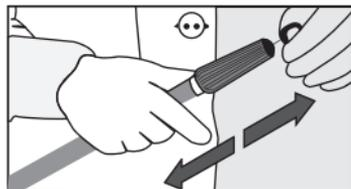

Рисунок 3 – Чистка сопла
12. Поверните форсунку, чтобы струя приняла необходимую форму. См. рис. 2(1) и рис. 2(2), если вы будете использовать чистящее средство (для 14.14 и 14.16), нажмите на форсунку в направлении стрелки 2 на рис. 3. Для обычного мытья нажмите на форсунку в направлении стрелки 1 на рис. 2(3).
14. Если сопло засорится, отсоедините распылитель от ручного пистолета и прочистите сопло при помощи штифта, см. рис. 3.